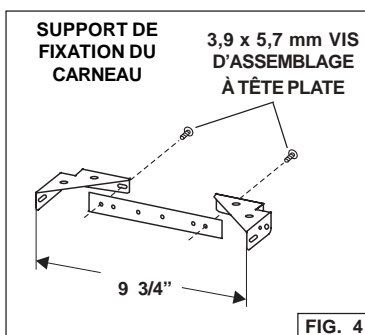

FIG. 4
3. Montez le réceptacle de 20" to 26" au-dessus de la partie inférieure de la hotte (fig. 4). Localisez le réceptacle dans les limites indiquées, avec le conduit au centre (pour permettre le branchement du cordon d'alimentation et l'aération du conduit). Fig. 3.
1. Assemblez le support de fixation du carneau en réglant la largeur extérieure comme indiqué. Fig. 4.
3. Fixez l'assemblage du support au plafond au moyen de deux (2) vis de montage de 4,8 x 38 mm et d'ancres murales. Vérifiez que le support est enfoncé dans le mur adjacent et qu'il est centré au-dessus de la hotte.